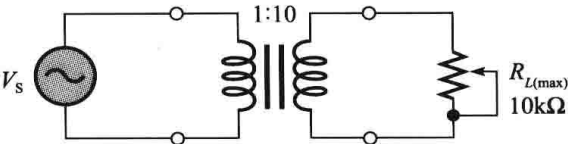

图 14-53
25. 在图 14-53 中，电源电阻为 50Ω，为了获得最大功率传输，求 R_L 必须调整为何值？
26. 在图 14-53 中， $R_{iv}=50\Omega$ ， $V_s=10V$ ，试画出 R_L 值从 1kΩ 到 10kΩ、步进值为 1kΩ 的功率曲线。